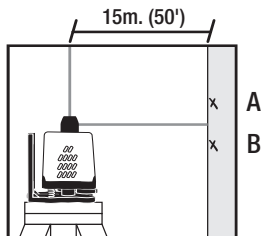

Fig. 8
1. Montar e fixar o emissor laser LM30 sobre um tripé universal 5/8" - 11, a aproximadamente 15 metros de uma parede. Virar o painel frontal para a parede. (Fig. 8).
1. Ajustar o parafuso de nivelamento "Y" até que o raio laser se coloque a meia distância dos pontos A e B (Fig. 8). Isto faz com que a bolha do nível "Y" saia do centro. Girar o parafuso no sentido horário sobe o raio; O sentido anti horário faz baixar o raio.